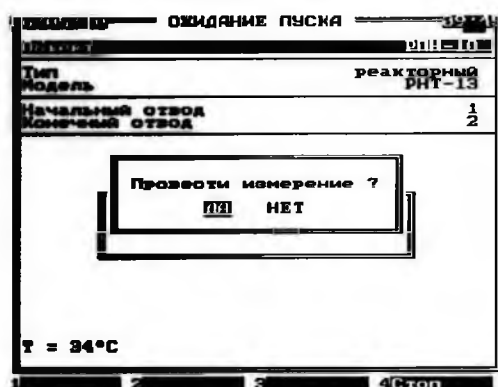
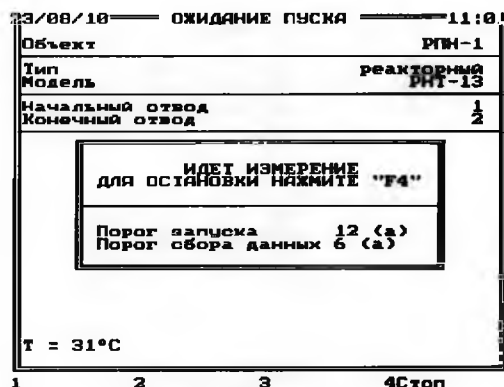

Рис. 10.22
Рис. 10.23.
10.6.1. Нажать кнопку ПУСК прибора. На экране появится запрос подтверждения пуска (рис.10.22). Кнопками → и ← выбрать **Да** и нажать ВВОД. На экране появится сообщение о том, что идёт измерение (рис.10.23). Символ «(а)» указывает на то, что включен режим автоматического определения порогов, а значения порога запуска - 12 и порога сбора данных - 6 и есть автоматически определенные пороги. Если режим автоматического определения порогов отключен, то символ «(а)» в окне будет отсутствовать, а выведенные значения порогов - заданные пользователем вручную.